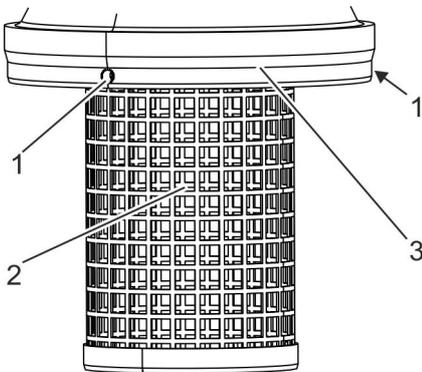

Fig. 26 : Fixation du cylindre à tamis
2. ➤ Dévisser les goujons filetés (Fig. 26 /1).
3. ➤ Détacher le cylindre à tamis (Fig. 26 /2) du couvercle de fermeture (Fig. 26 /3).